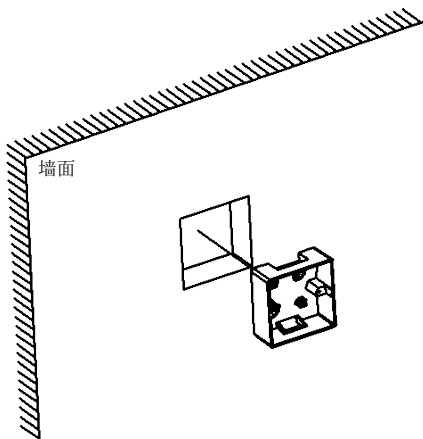

图 1-1
- 1、将 86\*86 电工接线盒安装在墙体的指定位置，离地面约 1.4 米，如图 1-1 所示